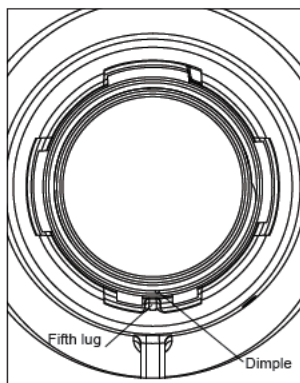

Рис. 6F
3. Повернуть соединительную часть заглушки по часовой стрелке на примерно 40° до совмещения ее щели с пазом для выступа (находится в положении «6:00 часов») на патрубке, см. Рис. 6F.
6. С помощью заостренного перфоратора и молотка сделать небольшую «ямочку» на лицевой плоскости соединительной части головки-заглушки как показано на Рис.6F и 6J. Эта отметка должна находиться на линии центра раздвоенного выступа на соединительной части бронзовых головок.
2. Повернуть всю заглушку по часовой стрелке на примерно 40° до совмещения щели в соединительной части с выемкой ответного выступа (находится в положении «6 часов») на патрубке, см. Рис. 6F.